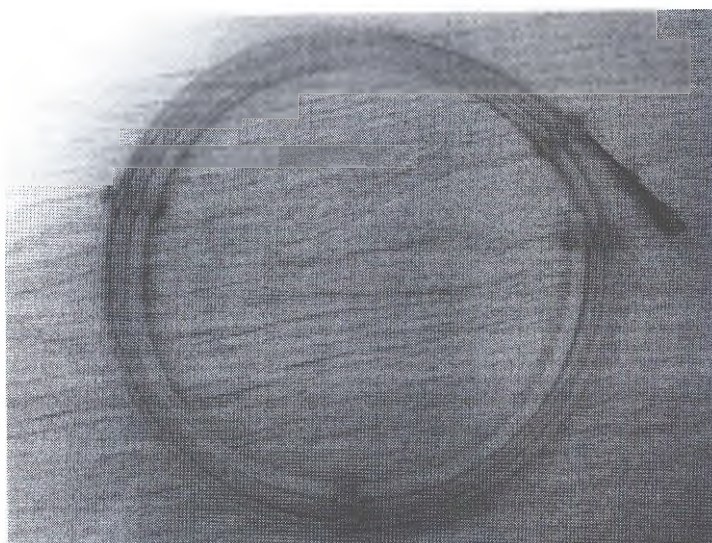

Рисунок 3 - Армированный микрокатетер для установки (доставляющий катетер Vasco+)
- ❖ Армированный микрокатетер Vasco+ (4) для установки (по тексту - доставляющий катетер Vasco+) (рисунок 3):